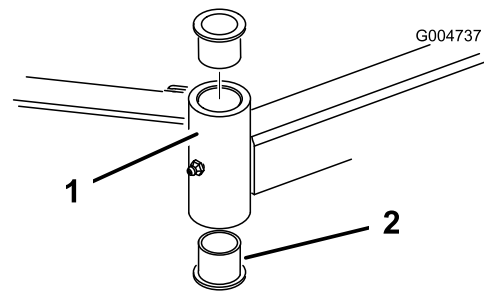

Bild 88
4. Stecken Sie einen Dorn oben oder unten in das Befestigungsrohr und treiben die Büchsen heraus (Bild 88). Treiben Sie dann die andere Büchse aus dem Rohr heraus. Reinigen Sie die Innenseite der Rohre.